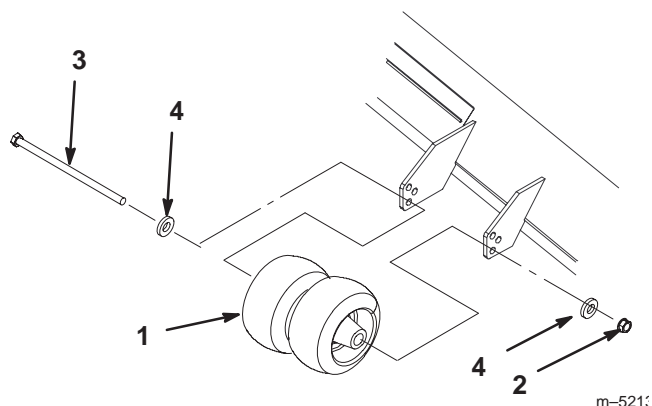

Bild 21
1. Entfernen Sie nach dem Einstellen der Schnitthöhe die Schraube, Scheiben und Mutter (Bild 21).
2. Wählen Sie eine passende Lochposition, so dass die Radstelzen mindestens 9,5 mm vom Boden abgehoben sind, damit die jeweilige Schnitthöhe effektiv wird (Bild 21).
3. Bringen Sie die Schraube, Scheiben und Mutter wieder an (Bild 21).